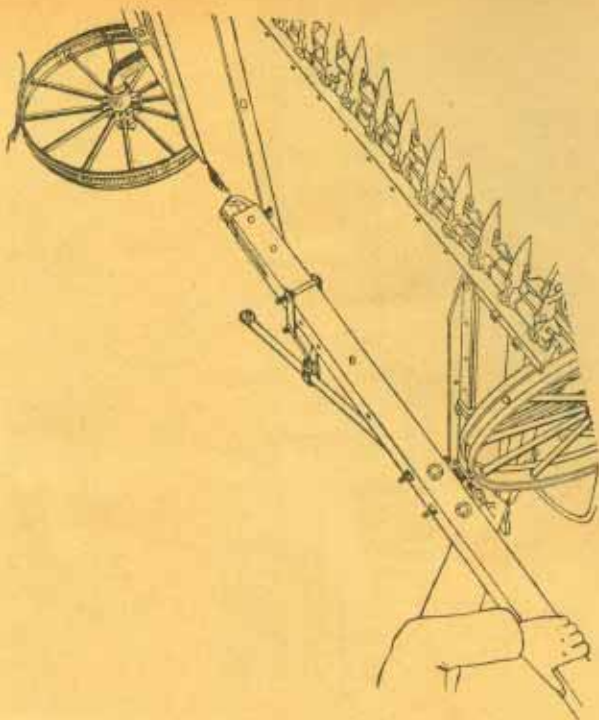

Abbildung Nr. 37.
9. Stelle das Landrad hoch und verbinde die Deichsel unter der Plattform an der mittleren und äußeren Querstrebe, wie Abbildung Nr. 37 zeigt.